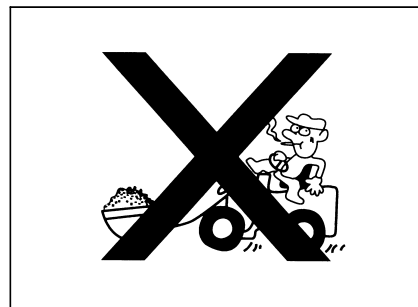

Рис. 1-36
- Выпуск рук и ног вызывает ранение. Запрещается положить руки и ноги на рабочие устройства (рис. 1-36).